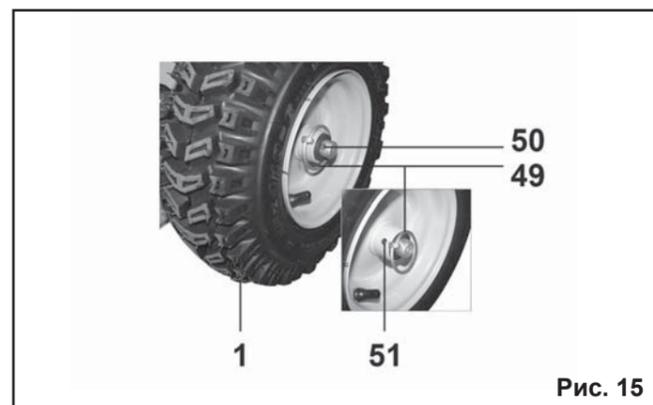

Рис. 15
## 7.2. Разблокировка колес (Рис.15).
7.2.1. Для облегчения управления снегоуборщиком при умеренном количестве снега, а также при работе на неровной поверхности, левое колесо снегоуборщика можно разблокировать (см. Рис.15).